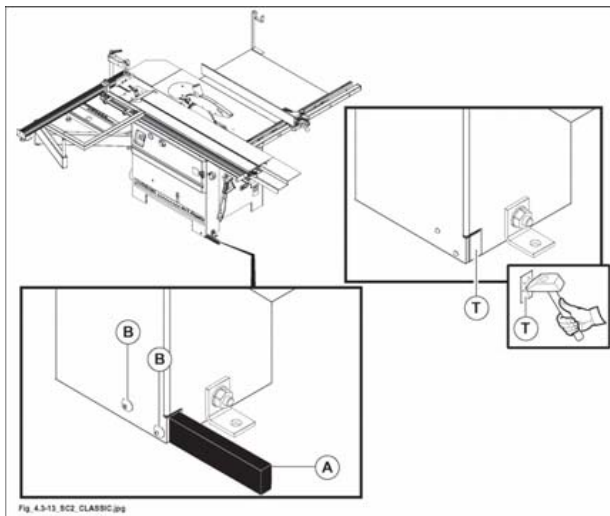

Fig. 4.3-13_8C2_CLASSIC.jpg
- Aprire la foratura già predisposta (T fig. 4.3-13), come indicato in figura.
- 1) Montare il piede (A fig. 4.3-13) mediante le viti (B fig. 4.3-13).